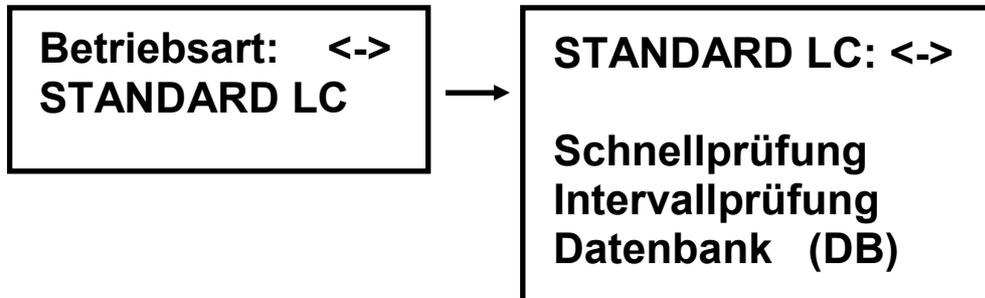

Abbildung 2 : Platzierung der Handantenne
- Platzieren der Handantenne über dem zu prüfenden Modul, so dass das LifeCheck[®] Symbol der Antenne und des Schutzmoduls deckungsgleich übereinander liegen (siehe Abbildung 2)
Wie bei Schnell- und Intervallprüfung muss nun die Handantenne über dem zu prüfenden Modul platziert werden, so dass das LifeCheck[®] Symbol der Antenne und des Schutzmoduls deckungsgleich übereinander liegen (siehe Abbildung 2).